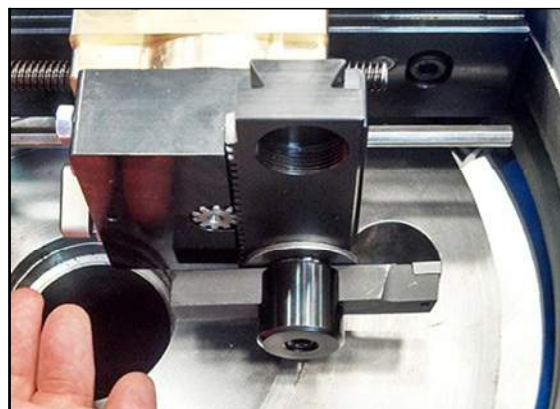

FIGURA 3-23. INSTALE LA HERRAMIENTA HORIZONTALMENTE (SE MUESTRA EN FF1200)
2. Inserte una herramienta horizontalmente en el poste de herramientas (Figura 3-23) y gírela en la abrazadera a la posición deseada.